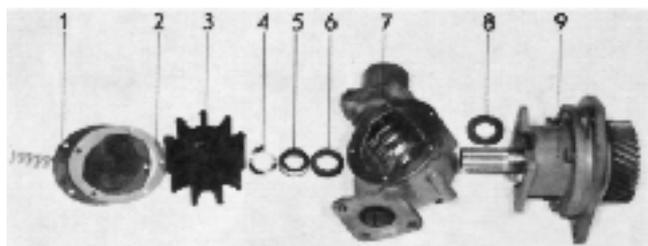

Fig. 86. Pompe à eau de mer
4. Poser la nouvelle bague céramique (6, fig. 86) dans le corps de pompe avec le capot caoutchouc tourné vers le bas. Remarque : comme la bague céramique ne doit pas être en contact avec de la graisse, éviter de la toucher directement avec les doigts. Mettre une petite feuille plastique transparente comme protection et enfoncer cette bague céramique en place avec un manche de marteau par exemple.